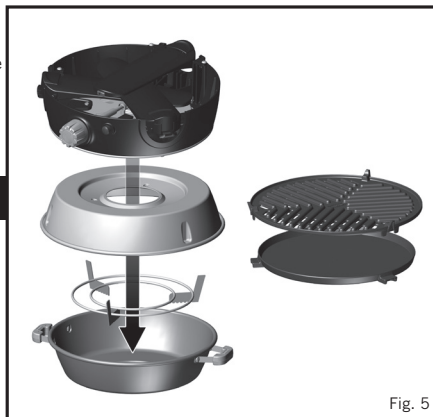

Fig. 5
- Om hem in te pakken, het toestel eerst af laten koelen. Na het schoonmaken: de pootjes inklappen zoals hierboven beschreven in paragraaf 3. Plaats de pan / dome onderin de draagtas. Vervolgens de pandrager ondersteboven in de pan plaatsen. Plaats de vetpan ondersteboven over de pan en pandrager. Plaats dan het toestel ondersteboven op de vetpan. Plaats het rooster en de bakplaat in hun separate houders in de bovenkant van de draagtas, en rits ze dicht. Sluit tot slot de bovenkant van de draagtas. (Fig. 5)